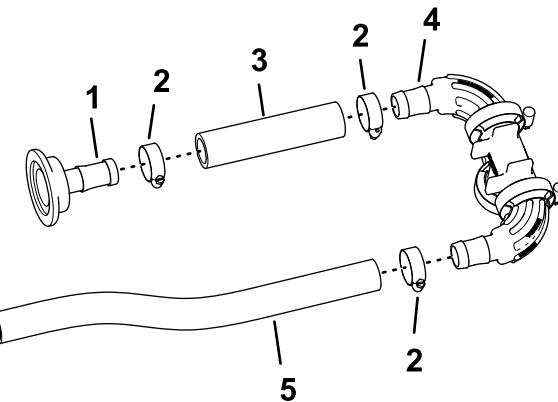

Figura 88
tubos (3/4 a 1-1/2 pol.) e aperte a braçadeira à mão (Figura 88).
- Monte a outra extremidade do tubo (1 x 5-3/4 pol.) na união estriada do coletor com uma braçadeira de tubos como se mostra na Figura 88 e aperte a braçadeira à mão.
- Monte o tubo (1 x 16 pol.) na outra união estriada do coletor com uma braçadeira de tubos e aperte a braçadeira à mão (Figura 88).